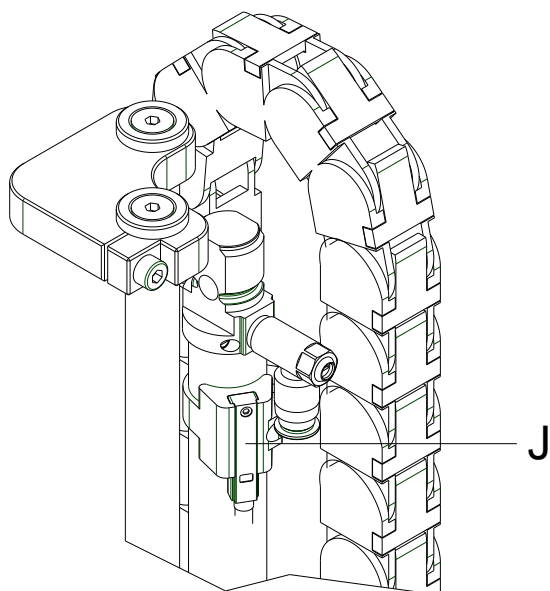

Figura 17
2. Afloje los tornillos (C).
3. Saque el soporte del sensor (D) con el sensor (A).
4. Quite los tornillos (B).
5. Quite los tornillos (G) para aflojar la guía (F) de un lado.
6. Separe las partes con forma de T (I) que se enganchan a las partes en forma de U (H) de la guía (véase Figura 17).
7. Tire hacia afuera el sensor (A) en la guía (F).
8. Quite el enchufe (L) del sensor (A) de la placa (K).
9. Conecte el nuevo sensor (A) a la placa (K).
10. Ponga el nuevo sensor (A) en la guía (F).
11. Cierre la guía (F). Para hacerlo, presione las partes con forma de T (I) en las partes con forma de U (H).
12. Monte de nuevo la guía (F) y apriete los tornillos (G).
13. Monte el sensor (A) con los tornillos (B) en el soporte del sensor (F).
14. Instale el soporte del sensor (D) con los tornillos (C).